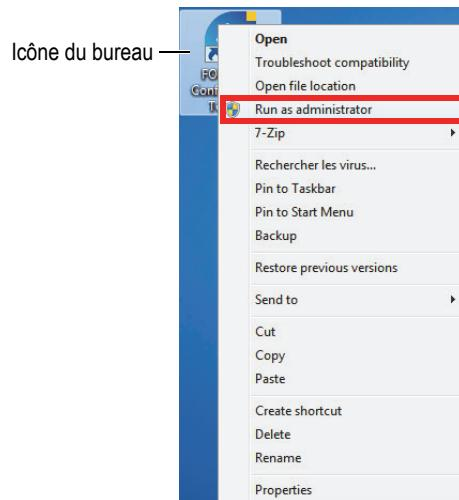

Figure 5-1 Ouverture de l'outil de configuration
- ◆ Sur le bureau, faites un clic droit sur l'icône de l'outil de configuration, et puis cliquez sur **Run as administrator > Yes** (Lancer en mode Administrateur > Oui) [voir la Figure 5-1 à la page 24].